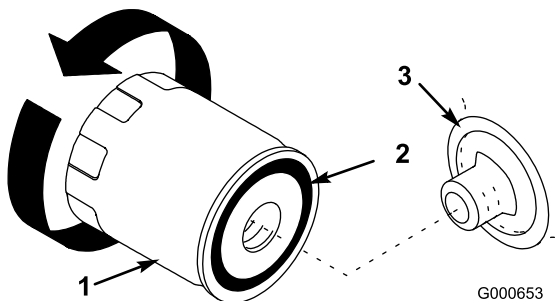

Figure 21
6. Déposez le filtre à huile usagé et essuyez la surface du joint de l'adaptateur (Figure 21).